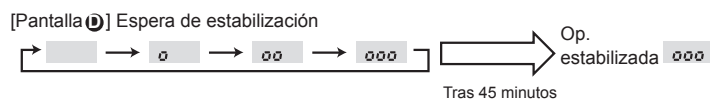

Fig. 8-3
- Pulse el botón **FILTER** para confirmar el ajuste. (Fig. 8-3)